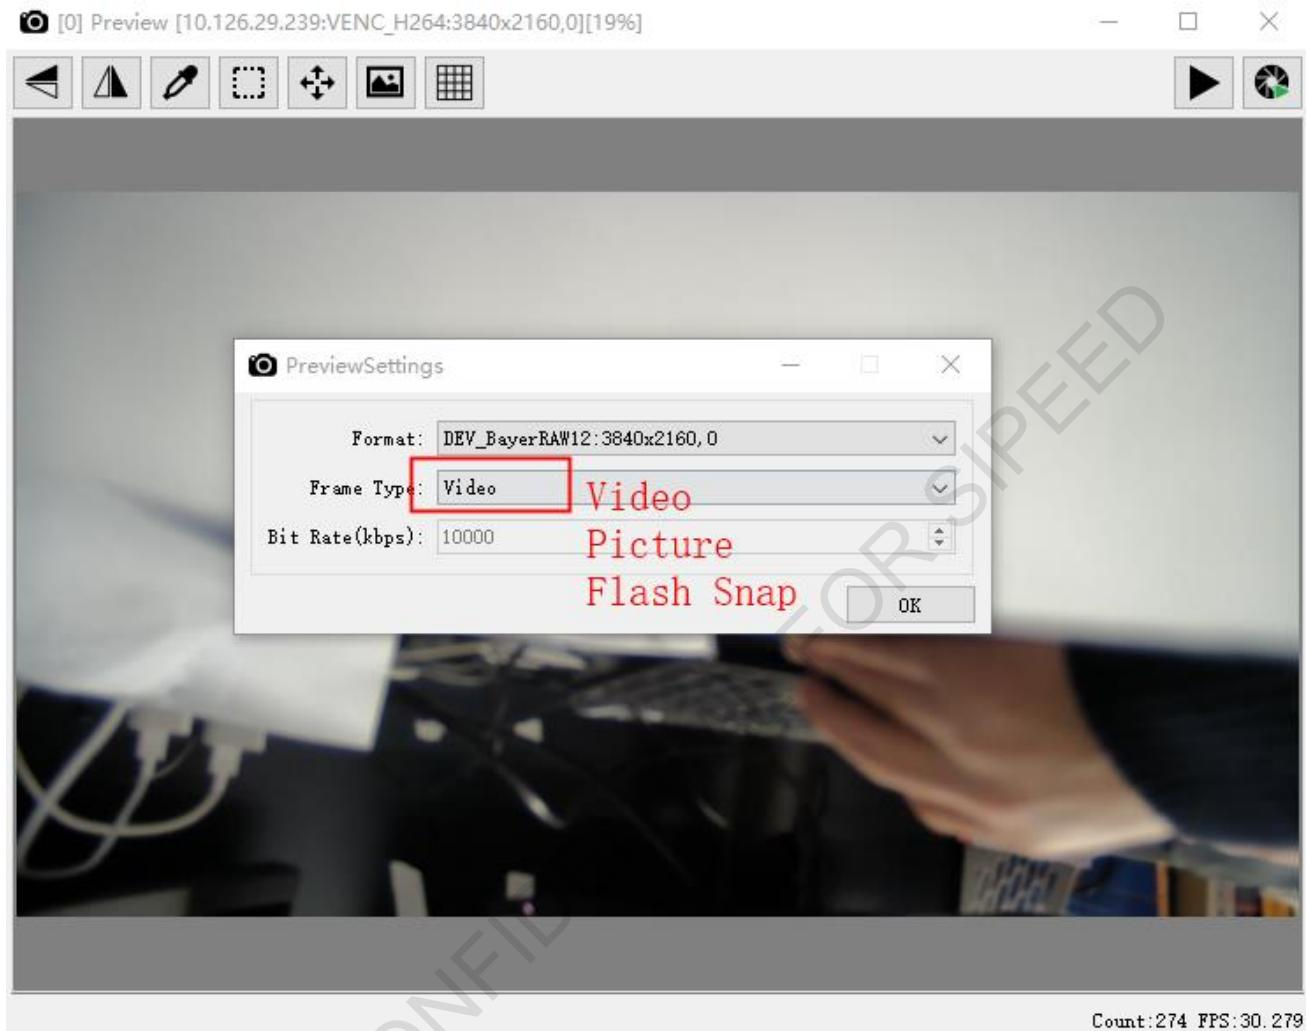

图2-2 不同帧类型抓取
- AX650A/N 平台，支持抓取不同帧类型的功能(视频帧 Video, 抓拍帧 Picture, 曝光帧 Flash Snap)，如上图 2-2 所示